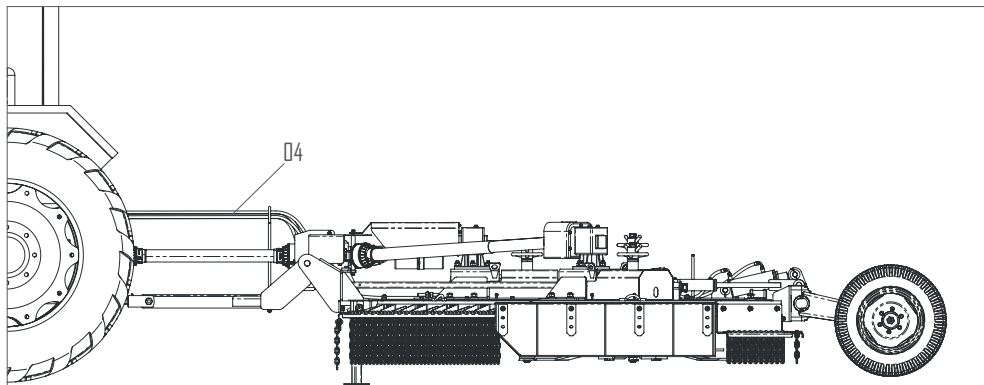

FIGURA 22
2 - Conecte as mangueiras (4), Figura 22, aos engates rápidos do trator com comando duplo. Ver detalhe de montagem na página 27.